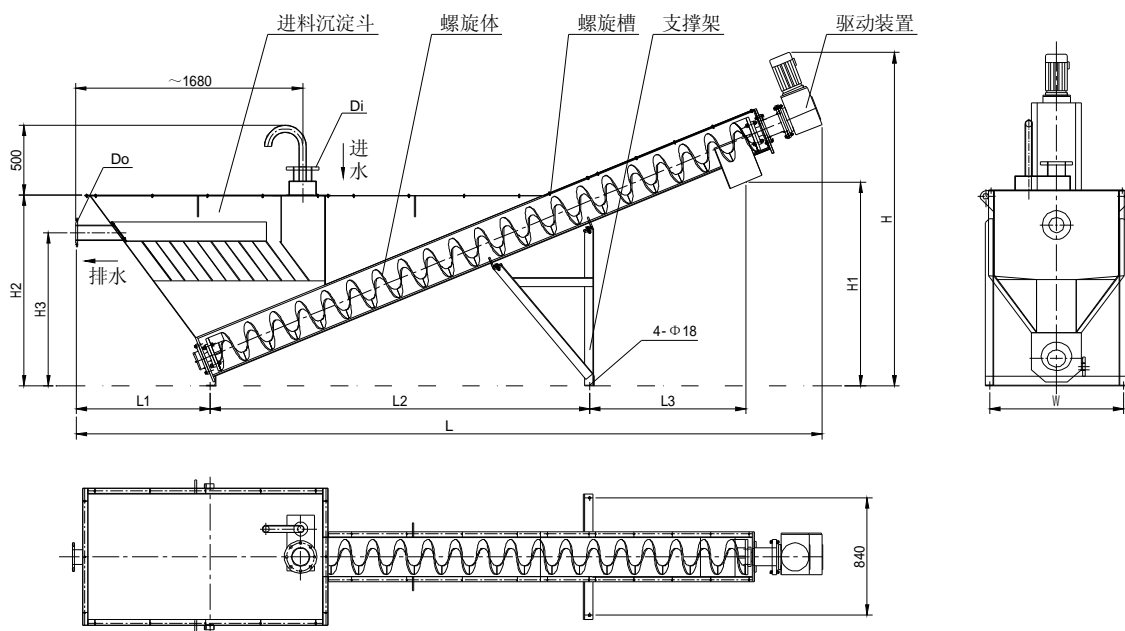

图 1.3-1 HGS 螺旋砂水分离器
**HGS 螺旋砂水分离器**是沉砂池除砂系统的配套设备，其作用是将沉砂池底部排出的混合液进行砂水分离。如图 1.3-1 所示，它是由进料沉淀斗、螺旋体、螺旋槽、支撑架和驱动装置组成。砂水混合液进入进料沉淀斗后经过斜板沉淀，水从溢流槽排出经外接管道回流至集水池，螺旋体将沉砂从水中提升出水面一定高度后下卸。
HGS 螺旋砂水分离器的结构见图 1.3-1，其主要技术参数见表 1.3-1，外形尺寸和安装尺寸见表 1.3-2。